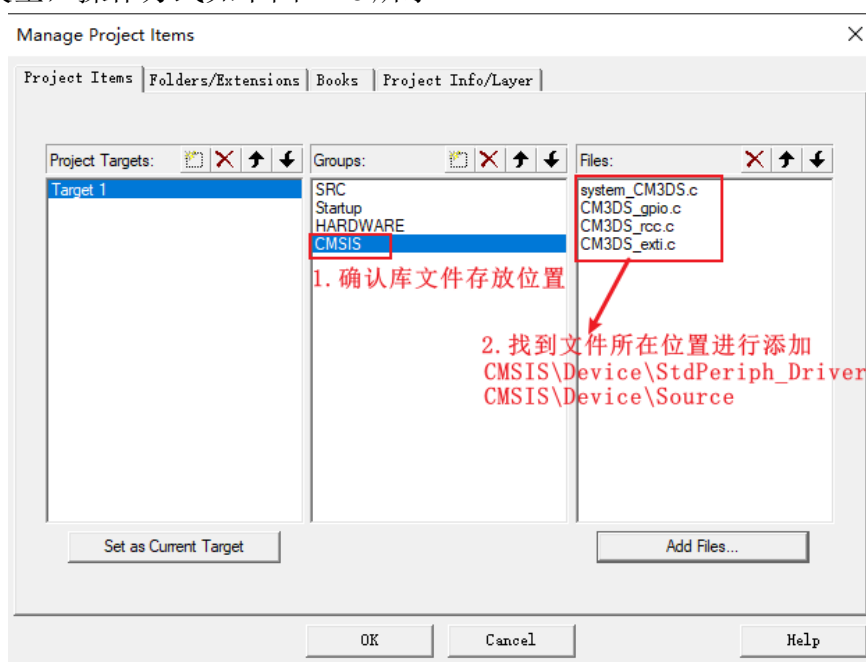

图 1.28 添加库函数文件
4. 添加实验需要的库函数文件，这里添加的都是.c 的文件，所以不需要切换文件类型，操作方式如下图 1.28 所示。